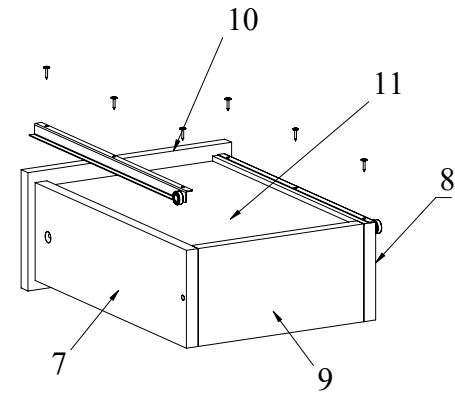

Рис.6
6. Соберите ящик, притянув планки 7, 8 к фасадной планке 10. потом вставьте дно в пазы и установите планку 9, затянув её конфирматами (Рис.6). Закрепите ручку на фасадной планке 10 при помощи шурупов 4x25.